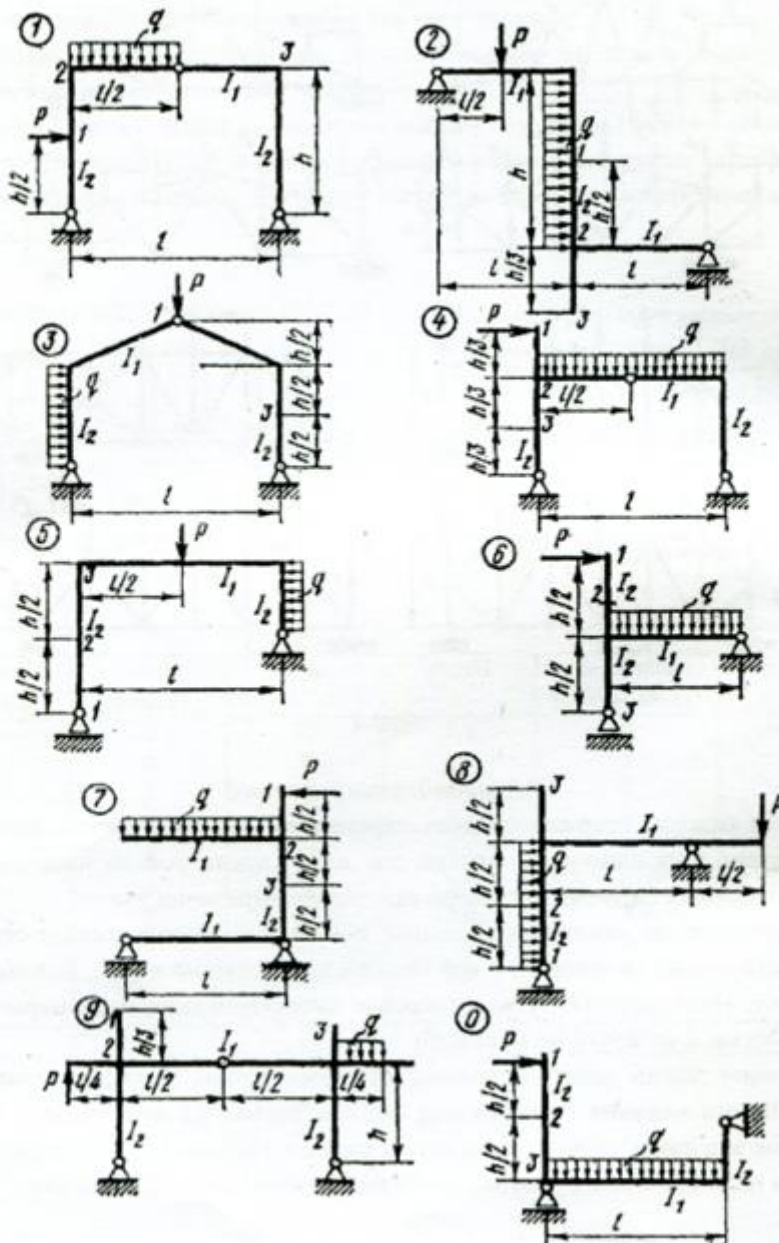

Рис. 3
**Задание.** Для рамы (рис. 3) с выбранными по шифру из табл. 3 размерами и нагрузкой требуется определить горизонтальное перемещение или угол поворота одного из сечений.